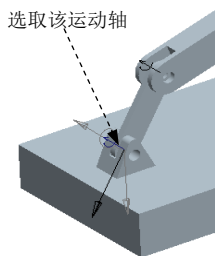

图 13.5.9 选取运动轴
(1) 输入伺服电动机的名称（或采用系统的默认名）。
(2) 选择从动图元。在图 13.5.9 所示的模型上，可采用“从列表中拾取”的方法选取图中所示的旋转运动轴。